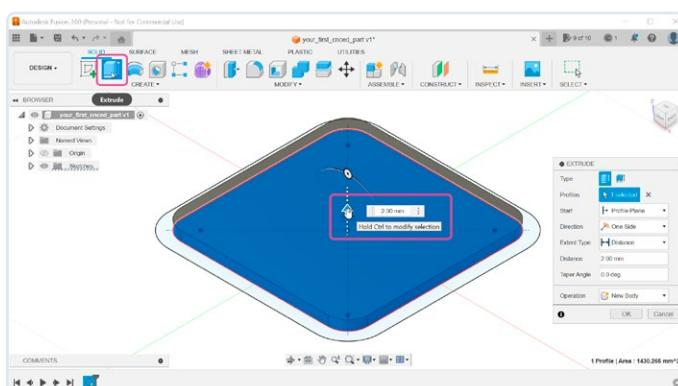

Figure 7. Départ de l'extrusion !
7. Nous avons suffisamment de formes pour commencer à les extruder. Fermez l'éditeur de sketch en cliquant sur le bouton *Finish Sketch*, puis sélectionnez l'outil *Extrude* dans la barre d'outils (**figure 7**). Cliquez à l'intérieur du rectangle arrondi du sketch et entrez une distance de 2 mm.